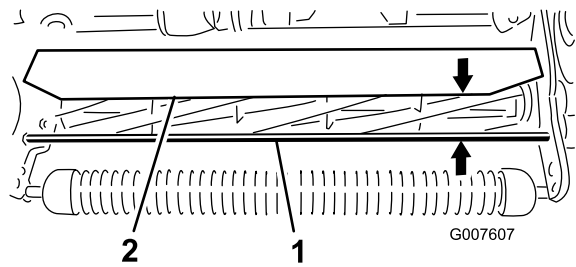

Bild 51
- Messen Sie den Abstand zwischen dem oberen Ende der vorderen Stützstange und der vorderen Lippe des Schutzblechs an jedem Ende des Mähwerks (Bild 51).